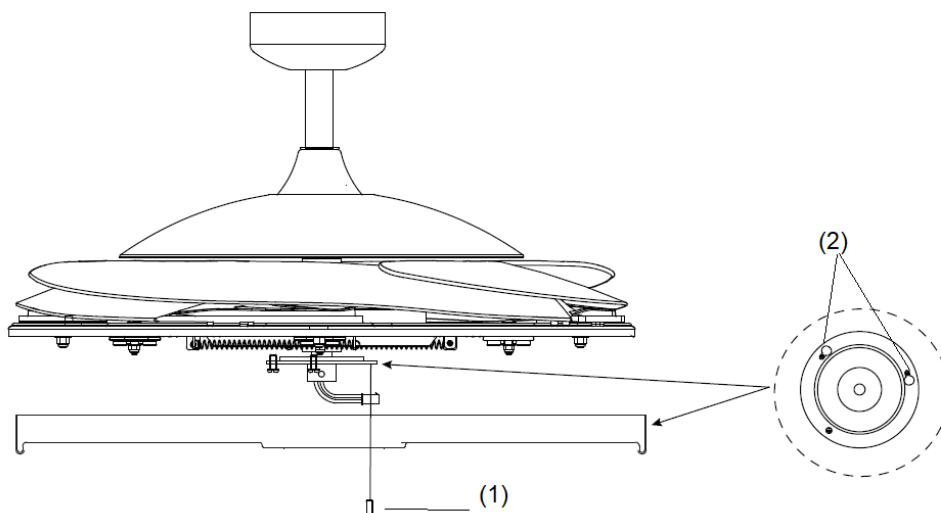

Fig. 7
#### INSTALACIÓN DEL KIT DE ILUMINACIÓN (Fig. 7 y 8)
1. Afloje el tornillo (1) del soporte del ventilador. Alinee los dos tornillos ranurados con las ranuras de la bocallave (2) de la placa del juego de luces. (Fig. 7)
2. Gire la placa del juego de luces en sentido antihorario hasta que los tornillos ranurados queden firmes en el extremo de las ranuras (2).
3. Fije el tornillo (1) a la placa del juego de luces. Apriete los tres tornillos. No los apriete en exceso.